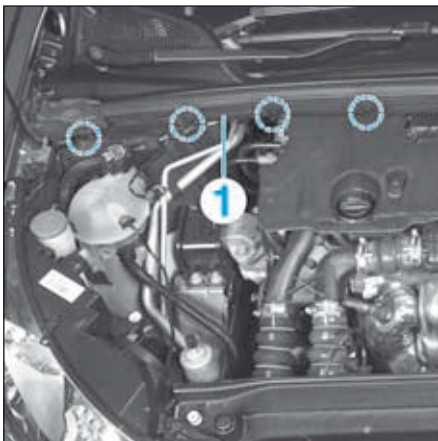

FIG.1
- Déposer la garniture (1) (Fig.1).